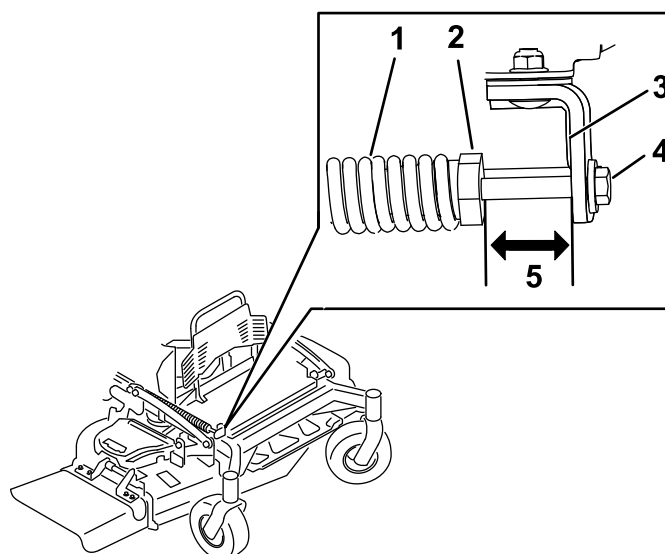

図 86
- スプリングのナットとホイール取り付けブラケット後部との間の距離を測定する 図 86。
- 図 86に示すように、長さが48/52"デッキの場合は51 mm、60"デッキの場合は38 mmになるようにする。
- 調整が必要な場合は、ブラケットの前側にある調整ボルトを使用する 図 86。